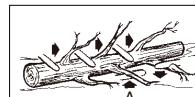

Fig. 12
L'ébranchage d'un arbre consiste à retirer les branches d'un arbre tombé. Ne retirez pas les branches maîtresses (A) tant que la bûche n'est pas débitée (coupee) en tronçons (Fig. 12). Les branches sous contrainte doivent être sciées à la base afin d'éviter le blocage de la tronçonneuse.